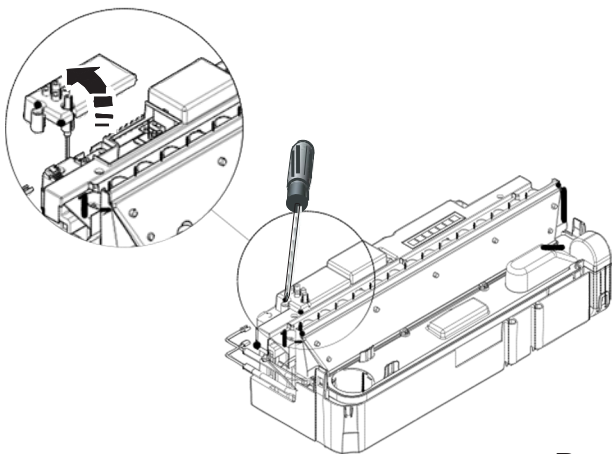

Рис.5
3. Снимите технологическую крышку, выкрутив крепежный винт (рис. 5).